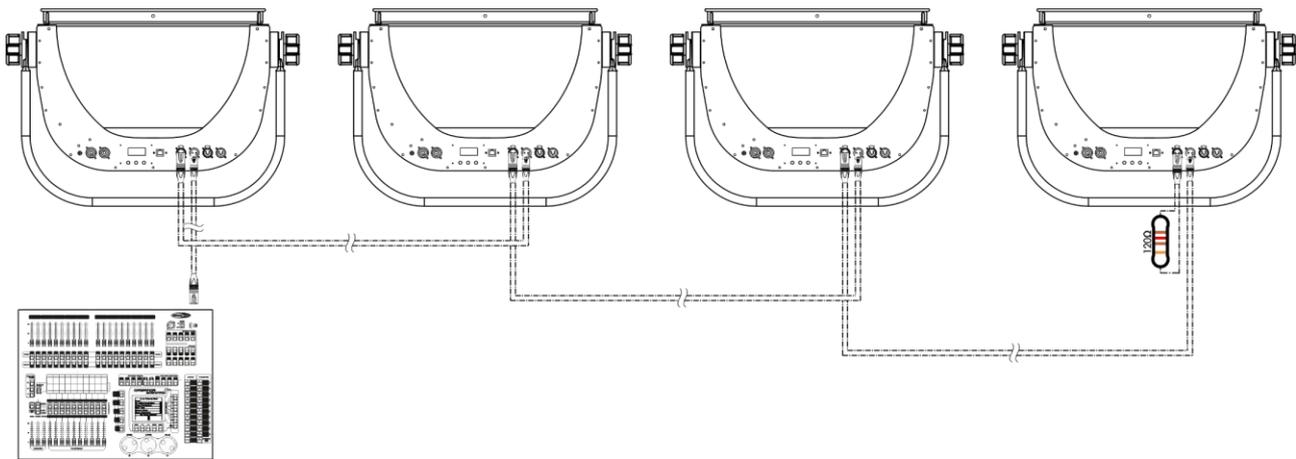

Abb. 13
- 04) Verbinden Sie die Geräte wie in Abb. 13. Schließen Sie den DMX-Ausgang des ersten Geräts mit einem DMX-Kabel an den Eingang des zweiten Geräts an. Wiederholen Sie diesen Vorgang, um das zweite, dritte und vierte Gerät ebenfalls zu verbinden.